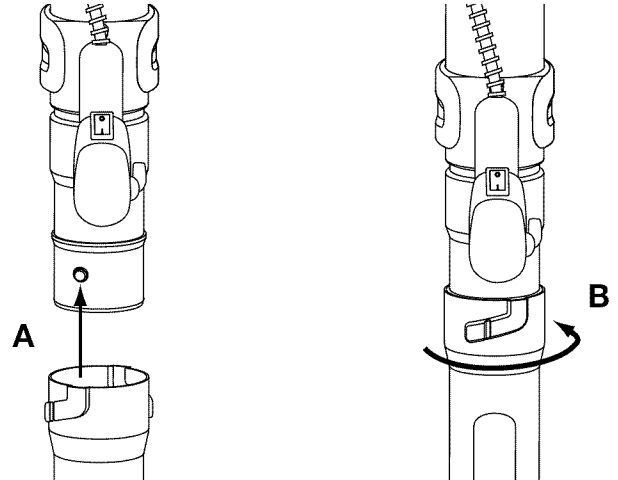

Fig. 3
1. Alinee la ranura de tope en el extremo del primer tubo inferior de la sopladora con el tope en el extremo inferior del tubo superior de la sopladora (Fig. 3, A).
2. Inserte el tope del tubo superior de la sopladora en la ranura de tope de la extensión del tubo (Fig. 3, A).
3. Haga girar el primer tubo inferior de la sopladora alrededor del tubo de extensión de la sopladora hasta que el tope del primer tubo inferior de la sopladora caiga en su lugar (Fig. 3, B).